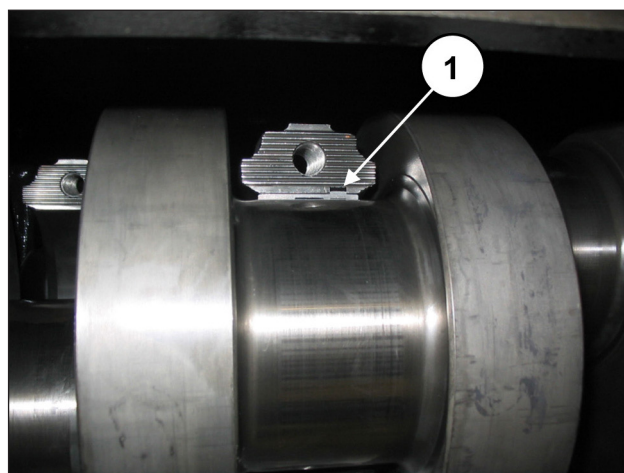

Рис. 60
Для правильности сборки полуподшипников убедитесь, что контрольная шпонка полуподшипников попадает в специальный паз на половинке шатуна (поз. ①, Рис. 60).